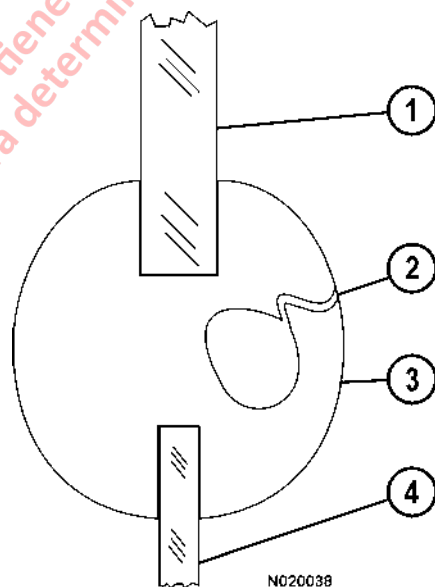

FIGURA 2-19 PARABRISAS. FRONTAL
a. Instale el burlete (3, Figura 2-19 ó 2-20) alrededor de la abertura de la ventana. Comience por un extremo del burlete en la parte centro inferior de la abertura de la ventana y presione el burlete contra el borde de la abertura.